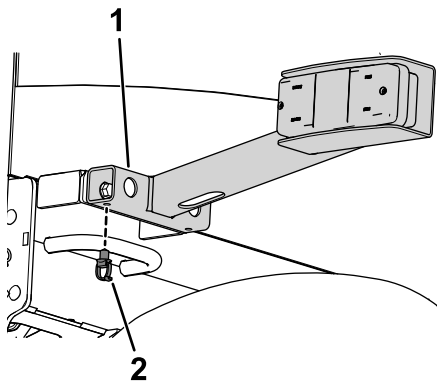

Figur 16
5. Dra kablaget till maskinens vänstra sida enligt Figur 16.
6. Anslut kablages motorjodsben till jordblocket (Figur 16).
7. Anslut kablaget till höger och vänster bakljus (Figur 16).
9. Anslut kablaget till registreringsskyltens belysning med det långa adapterkablaget. (Figur 16 och Figur 18).
10. Fortsätt att dra kablaget längs höger ramskena (Figur 16).
11. Anslut ringkopplingen till startmotorn (Figur 16).
12. Anslut kablaget till det roterande varningsljuset (Figur 16).
13. Anslut kablaget till neutralbrytaren (Figur 16).